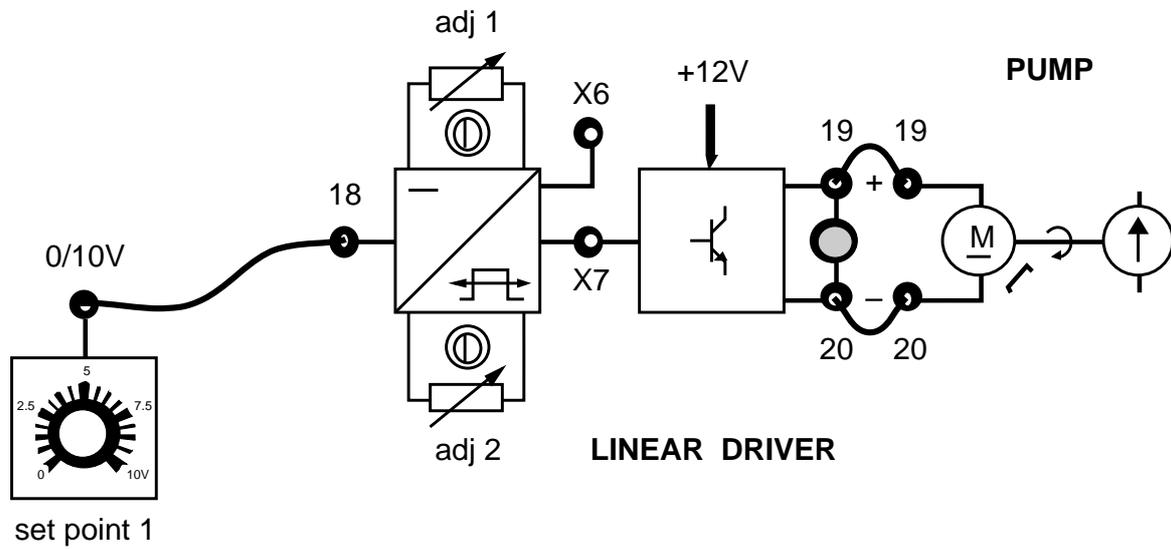

Fig. 26.1
Asegurado del conocimiento de los prerrequisitos, entrega a los alumnos la Ficha 26.1 que representa el cableado del sensor de PRESION con la respectiva interface (fig 26.1 y 26.2) y prepara el panel de simulación del proceso de la siguiente manera:
- 1) Conectar, mediante cables, el casquillo 18 del LINEAR DRIVER al casquillo del SET POINT 1, el casquillo 19 al casquillo 19 y el casquillo 20 al 20 (ficha 26.1 fig 26.1).